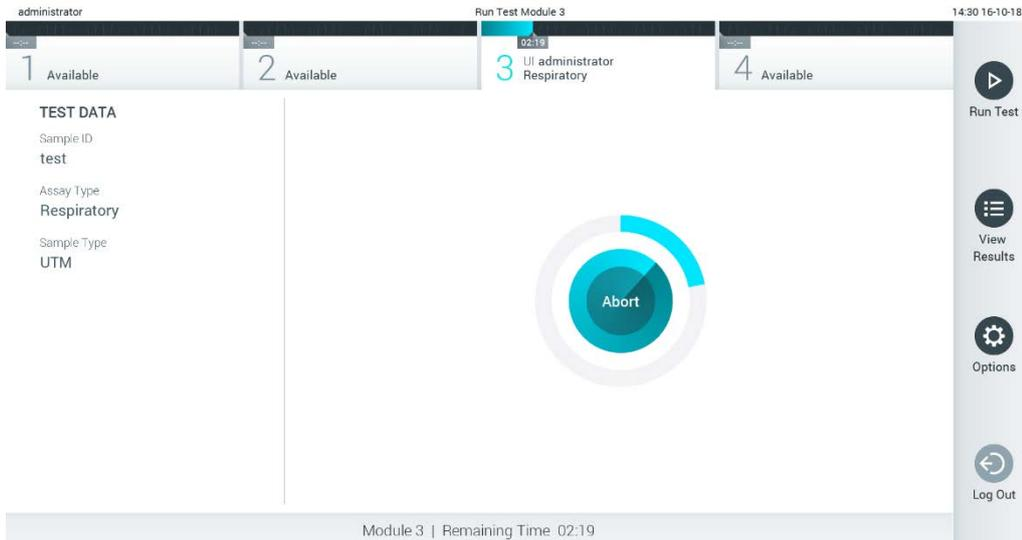

Figure 28. Exécution du test et temps d'analyse restant.
9. Pendant le test, le temps d'analyse restant s'affiche sur l'écran tactile (figure 28, en page suivante).